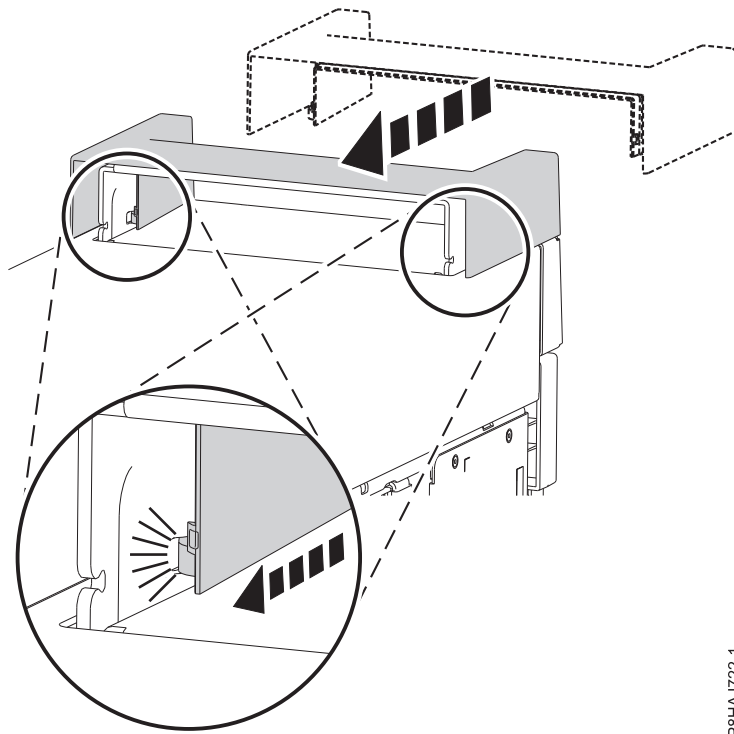

Figura 36. Fijación de la tapa de asa en un sistema 8286-41A autónomo
1. Fije la tapa de asa en la estación de acoplamiento RDX interna (FC EUA3) deslizando hacia la parte posterior del sistema. Consulte la Figura 36.